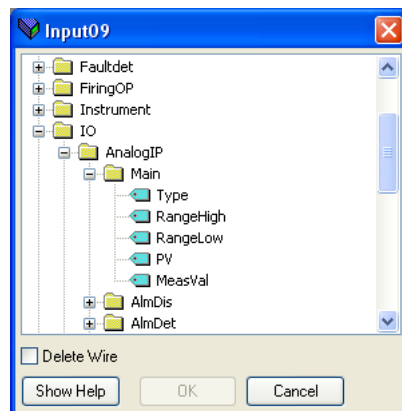

Figura 147 Finestra del browser
1. Fare doppio clic sulla successiva posizione disponibile nella tabella di dati di ingresso o di uscita e selezionare la variabile da assegnare. In una finestra pop up (Figura 147) compare un browser da cui è possibile aprire un elenco di parametri.